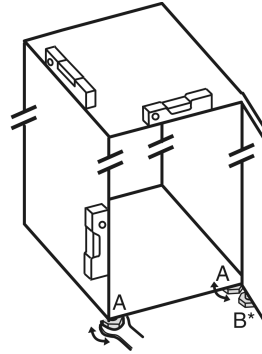

Fig. 6
- Stellfüße Fig. 6 (A) mit beiliegendem Gabelschlüssel und mit Hilfe einer Wasserwaage herausdrehen, bis das Gerät fest und ebenstehend ausgerichtet ist.
- Stellfuß Fig. 6 (B) am Lagerbock mit beiliegendem Gabelschlüssel herausdrehen, bis er auf dem Boden aufliegt.
- Stellfuß Fig. 6 (B) um 90° weiter drehen.